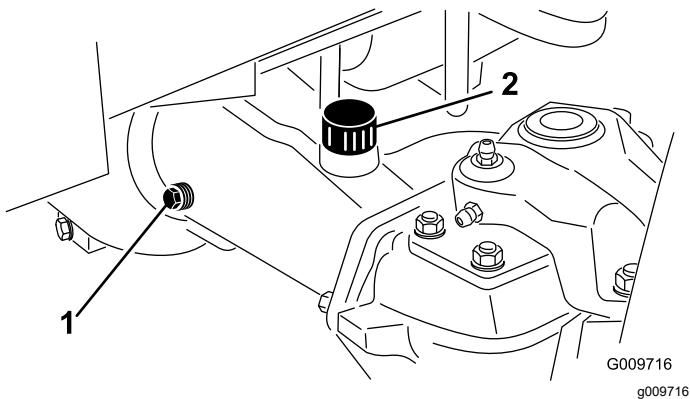

Figure 93
- Enlevez un bouchon de contrôle à une extrémité du pont arrière (Figure 93) et vérifiez que l'huile atteint la base de l'orifice. Si le niveau est trop bas, enlevez le bouchon de remplissage (Figure 93) et ajoutez la quantité d'huile qui convient pour amener le niveau au bas des orifices des bouchons de contrôle.